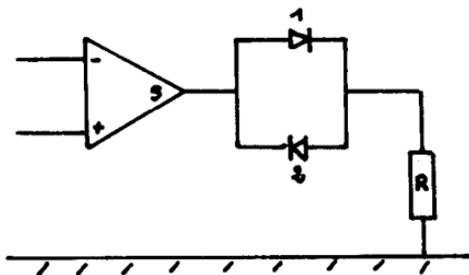

Fig. 6
- Le signe de U_s peut être détecté par deux L.E.D. montées comme l'indique la Fig. 6. R est une résistance de protection de l'ordre de 1 k Ω .